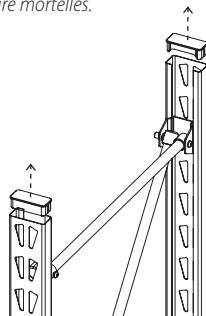
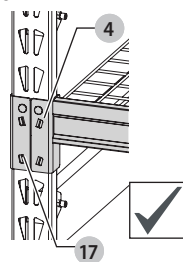

Fig. R.1
Fig. R.3
⚠ AVERTISSEMENT : La couture qui joint les étagères supérieures et inférieures doit être entièrement recouverte soit par deux (2) supports d'empilage, soit par un support d'empilage et une traverse (Fig. R.1, R.2). Le fait de ne pas couvrir complètement la couture avec des supports d'empilage et des traverses entièrement insérés peut provoquer l'effondrement de l'étagère si celle-ci est chargée, ce qui pourrait provoquer des blessures graves, voire mortelles. (Fig. R.3, R.4, R.5, R.6)